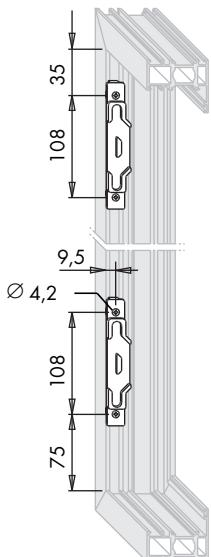

Bild 1
- A Schließteile (7) nach Maßangaben (Bild 1) positionieren und mit Senkschrauben M5 x 13 (6) befestigen (Drehmoment $2,5 \pm 0,25$ Nm).
- B Kippschließteil (8) an der VSU in die Nut einlegen, bis Nutanfang schieben und mit Gewindestift festklemmen (Drehmoment $1,5 \pm 0,25$ Nm).